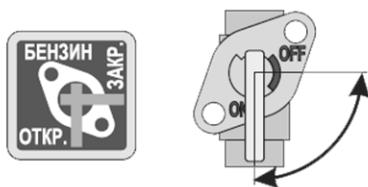

Рисунок 4. Схема роботи паливного крана.
1. Відкрити паливний кран важелем крана у напрямку руху годинникової стрілки до упору в положення «Відкрито» («ON») (рис. 4).